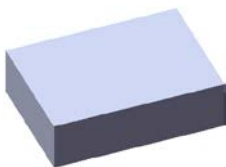
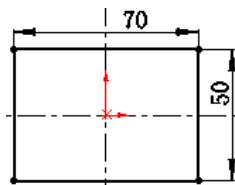

图 16.2.2 凸台—拉伸 1
图 16.2.3 横断面草图
Step2. 创建图 16.2.2 所示的零件基础特征——凸台—拉伸 1。
(1) 选择命令。选择下拉菜单 **插入(I)** → **凸台/基体(B)** → **拉伸(E)...** 命令或单击“特征(F)”工具栏中的  按钮)。
(2) 定义特征的横断面草图。
① 定义草图基准面。选取前视基准面作为草图基准面。
② 定义横断面草图。在草图环境中绘制图 16.2.3 所示的横断面草图。
③ 选择下拉菜单 **插入(I)** → **退出草图** 命令，退出草图环境，此时系统弹出“凸台—拉伸”对话框。